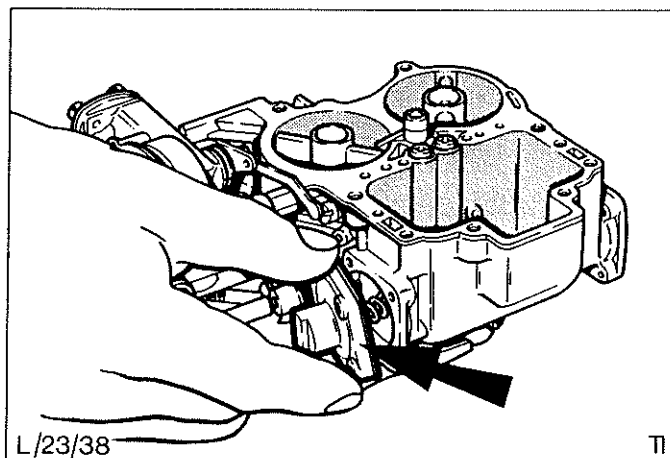

Abb.19 Beschleunigerpumpenmembran abbauen
7. Schrauben (4) vom Deckel - Beschleunigerpumpe entfernen, Deckel abnehmen, Pumpenmembran und Membran-Rückdruckfeder herausnehmen, Abb.19.